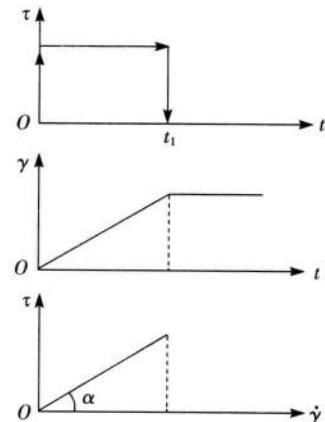

图 1-7 牛顿流体应力应变关系
**3. 牛顿流体应力应变(流动)关系曲线** 如图 1-7 所示。